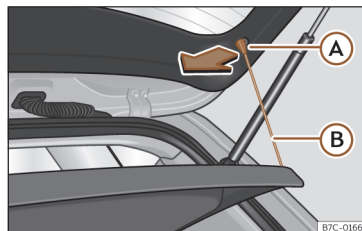

**Fig. 179** Na bagageira: desmontar e montar a chapeleira.
- Desengate os tirantes de fixação >>> **Fig. 179** **B** dos alojamentos **A**.
- Engate os tirantes de fixação >>> **Fig. 179** **B** na porta da bagageira.